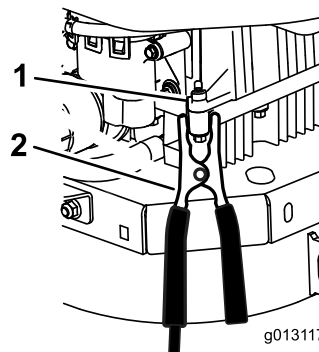

Figura 50
- Haga la conexión final al **bloque motor** (no al borne negativo de la batería) de la máquina con la batería descargada, en un lugar alejado de la batería, y apártese (Figura 50).